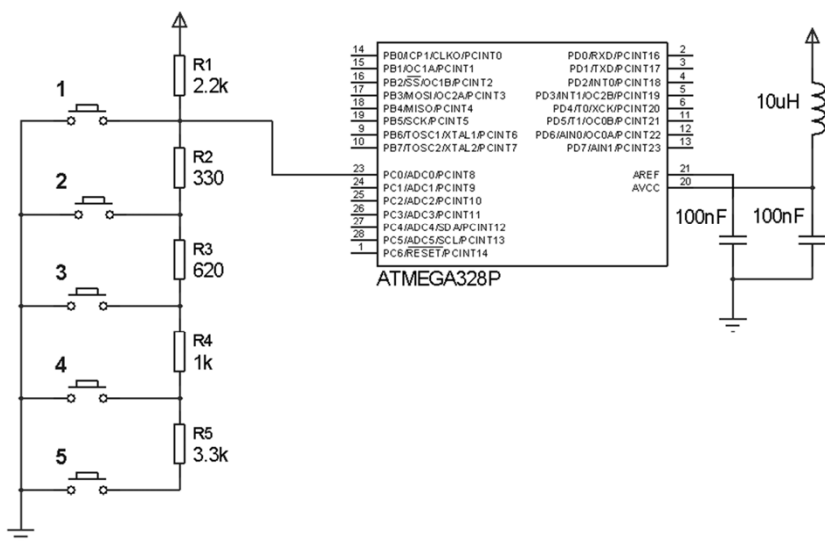

Fig. 19.6 – Leitura de 5 teclas com o ADC do ATmega328.
- 19.4** – Faça um programa para a leitura do teclado da fig. 19.6.